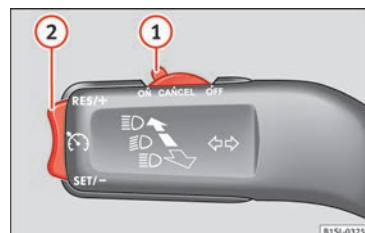

Fig. 34 Interruttori e comandi per l'uso del GRA.
- Collegamento del GRA: spostare l'interruttore **» fig. 34 1** verso **ON**. Il sistema è acceso. Il sistema non effettua la regolazione poiché non è stata programmata alcuna velocità.
- Attivazione del GRA: premere il tasto **» fig. 34 ②** nella zona **SET/-**. La velocità attuale viene memorizzata e regolata.
- Disattivazione temporanea del GRA: spostare l'interruttore **» fig. 34 ①** verso **CANCEL** o schiacciare il freno. La regolazione si scollega temporaneamente.
- Collegare nuovamente il GRA: premere il tasto **» fig. 34 ②** in **RES/+**. La velocità memorizzata verrà salvata e regolata nuovamente.
- Aumentare la velocità programmata durante la regolazione del GRA: premere il tasto **②** in **RES/+**. Il veicolo accelera fino a raggiungere la nuova velocità memorizzata.
- Ridurre la velocità programmata durante la regolazione del GRA: premere il tasto **②** in **SET/-** per diminuire la velocità di 1 km/h (1 mph). La velocità si riduce fino a raggiungere la nuova velocità memorizzata.
- Disattivazione del GRA: spostare l'interruttore **» fig. 34 ①** a **OFF**. Il sistema si disattiva e la velocità memorizzata si cancella.